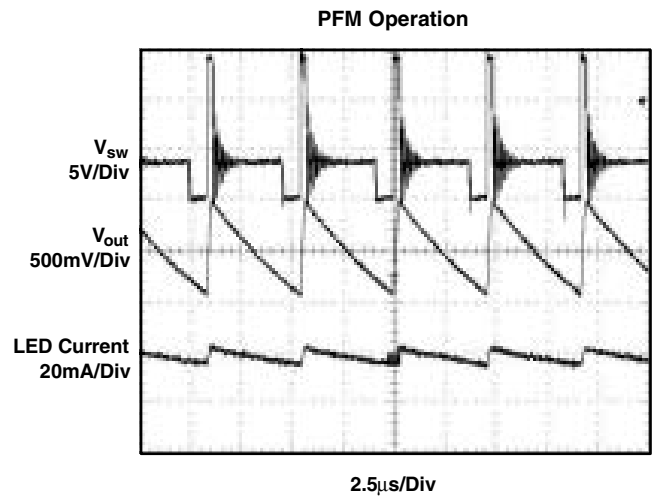
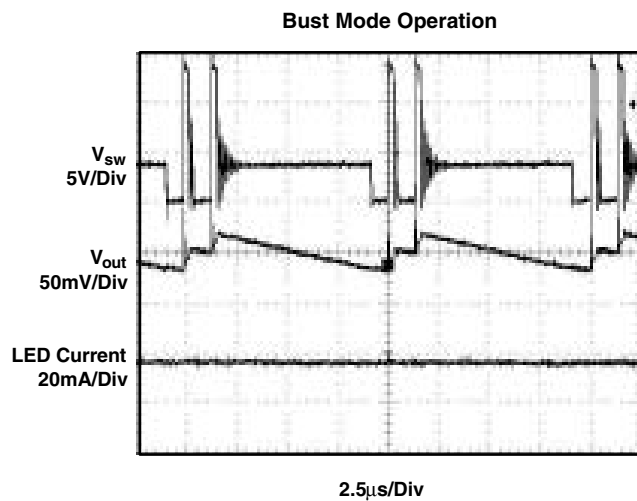

図 13
図 14
コンバータが目的とするLED電流に対応できるとすると、次のステップは、動作点でのコンバータのスイッチング周波数 (1MHz以下) を計算することです。また、コンバータのスイッチング周波数は輝度コントロールが非直線性とならないようCTRLピンに印加されるPWM周波数より高くすべきです。コンバータにはスイッチ・ノード (SW) 上にダブル・パルスやバースト・パルスがないとすると (図13、図14)、動作点でのスイッチング周波数は以下の式で計算できます。
コンバータにはスイッチ・ノード (SW) 上にダブル・パルスやバースト・パルス (図13、図14参照) がないとすると、出力電圧リップルは以下の式で計算できます。